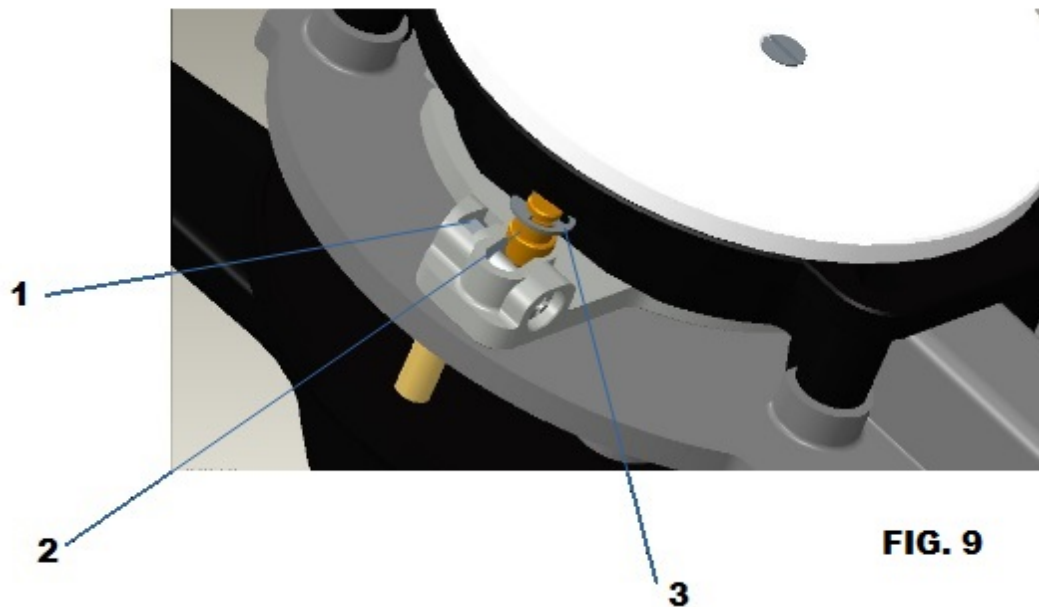

FIG. 9
1. Inserire il perno invertitore (2) nell'occhiello del terminale del cavo di comando e bloccarlo con il seger (3) (Fig. 9). Il cavo deve essere posizionato nelle sedi E o F (Fig. 3) in base alla direzione di installazione della scatola.
2. Inserire il perno invertitore nell'asola (Fig. 9) e posizionarlo in posizione "C" (verso l'interno) o "D" (verso l'esterno) a seconda della corsa richiesta (vedi Fig. 3). Fissare il perno con la vite M4 x 18 (9) e il bullone M4, preventivamente da inserire in 1 (vedi Fig. 9).